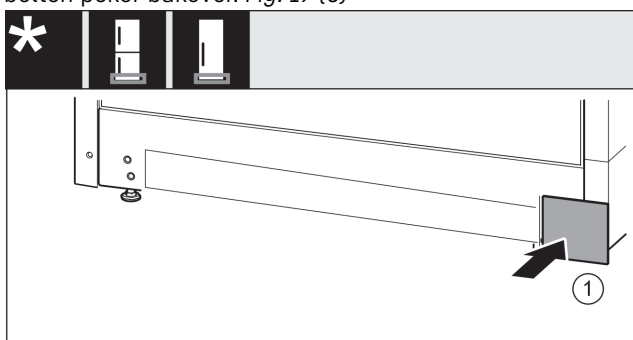

Fig. 20
- Sett på dekslet på den andre siden igjen. Fig. 20 (1)